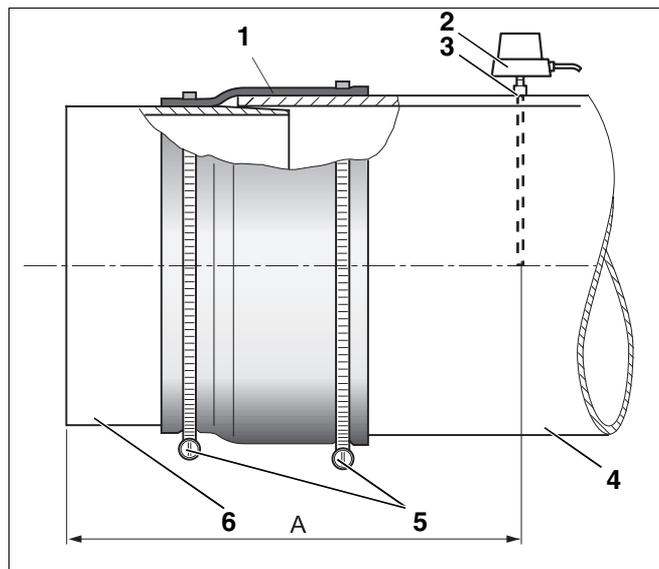
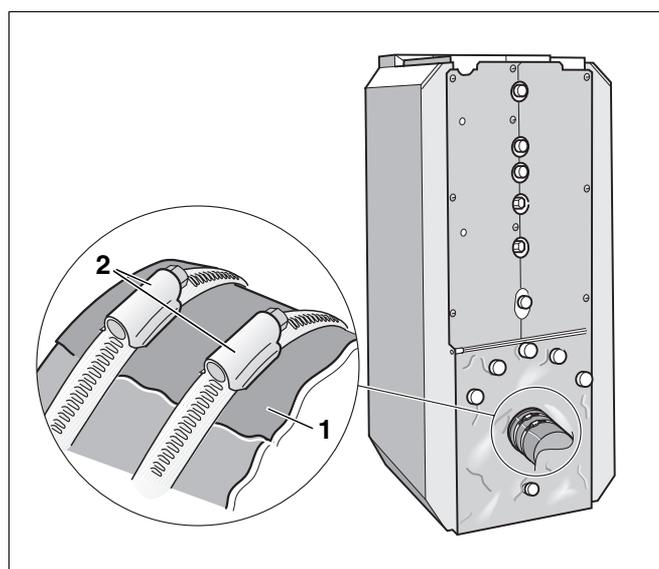

Abb. 21 Abgasrohr montieren
Abb. 22 Abgasrohr-Abdichtmanschette montieren
Wir empfehlen Ihnen, eine Abgasrohr-Abdichtmanschette (Abb. 21, **Pos. 1**) zu verwenden.
- Abgasrohr (Abb. 21, **Pos. 4**) bis zum Anschlag auf den Abgasstutzen (Abb. 21, **Pos. 6**) stecken.
- Abgasrohr-Abdichtmanschette (Abb. 22, **Pos. 1**) oben überlappend um das Abgasrohr (Abb. 21, **Pos. 4**) und den Abgasstutzen (Abb. 21, **Pos. 6**) legen.
- Schneckengewindeschellen (Abb. 22, **Pos. 2**) über die Abgasrohr-Abdichtmanschette (Abb. 21, **Pos. 1**) legen. Eine der Schneckengewindeschellen (Abb. 22, **Pos. 2**) auf den Abgasstutzen (Abb. 21, **Pos. 6**) schieben. Die zweite Schneckengewindeschelle (Abb. 22, **Pos. 2**) auf das Abgasrohr (Abb. 21, **Pos. 4**) drücken.
- Schneckengewindeschellen (Abb. 22, **Pos. 2**) anziehen. Die Abgasrohr-Abdichtmanschette (Abb. 22, **Pos. 1**) muss glatt und eng anliegen.
- Ziehen Sie nach Bedarf die Schneckengewindeschellen (Abb. 22, **Pos. 2**) nach.
- Schweißen Sie die Muffe (Abb. 21, **Pos. 3**, Seite 23) in einem Abstand von $2 \times$ Abgasrohrdurchmesser (Abb. 21, **Maß A**, Seite 23) vom Abgasstutzen entfernt in das Abgasrohr ein, um Fehlmessungen zu vermeiden.
- Abgastemperaturfühler (Abb. 21, **Pos. 2**, Seite 23) entsprechend gesonderter Montageanweisung montieren.